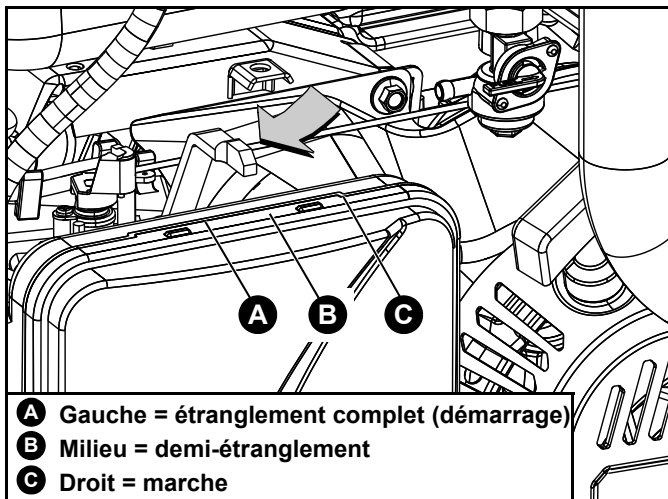

Figure 3-12. Positions du levier d'étrangleur
5. Déplacez le levier d'étrangleur vers la gauche à la position FULL CHOKE (étranglement complet). Voir Figure 3-12.
4. Déplacez le levier d'étrangleur vers la gauche à la position FULL CHOKE (étranglement complet). Voir Figure 3-12.